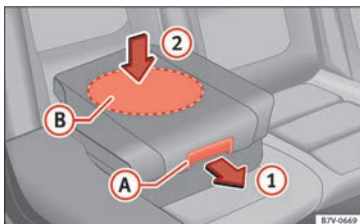

Fig. 32 Asiento integrado para niños: bajar el cojín.
- Tire del cojín hacia delante por la palanca de desbloqueo » **fig. 32 A** en la dirección de la flecha ①.
- Empuje el cojín hacia abajo por la zona *central* **B** en la dirección de la flecha ② para que encastre de forma segura » ❶. Los soportes laterales se abaten automáticamente.
❶ CUIDADO
Al bajar el asiento integrado para niños, presione sólo sobre el centro del cojín » **fig. 32 ②. De lo contrario, el cojín se podría torcer y no encastrar correctamente.**